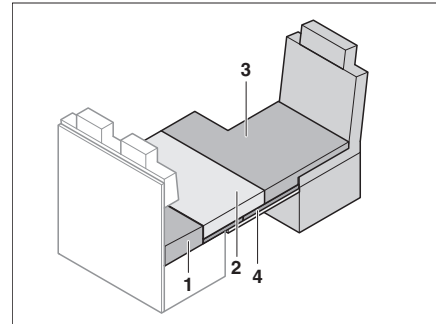

Fig. 186 Après la transformation
- Placer le coussin supplémentaire (Fig. 186,3) sur le siège conducteur.
- Placer le coussin d'assise (Fig. 186,2) sur le support pour lit de secours.